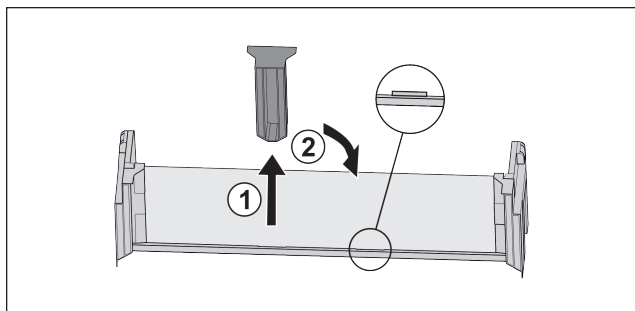

Fig. 118
- ▶ Snemite sredinski držalni del Fig. 118 (1).
- ▶ Sredinski držalni del vstavite na drugem položaju Fig. 118 (2).